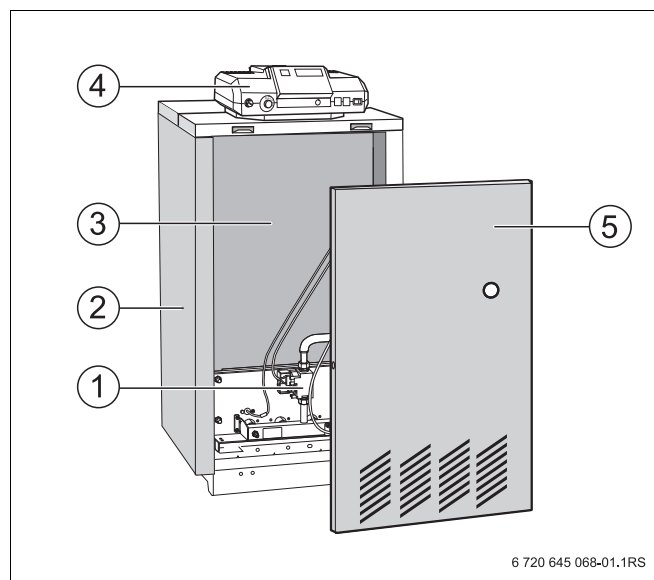

Рис. 1 Специальный газовый отопительный котел Logano G234 WS
Специальный газовый отопительный котел Logano G234 WS (Рис. 1) оснащен на заводе газовой горелкой.
- Котловой блок с теплоизоляцией (Рис. 1, поз. 3) и газовой горелкой (Рис. 1, поз. 1).
- Обшивка ((Рис. 1, поз. 2) и передняя стенка котла (Рис. 1, поз. 5).
- Система управления (Рис. 1, поз. 4).